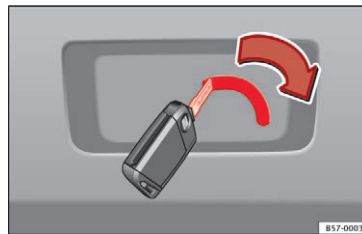

Fig. 8 Udsnit af bagagerum: nødoplåsning
- Tryk grebet i pilens retning med nøglekammen for at låse bagklappen op » **Fig. 8**.